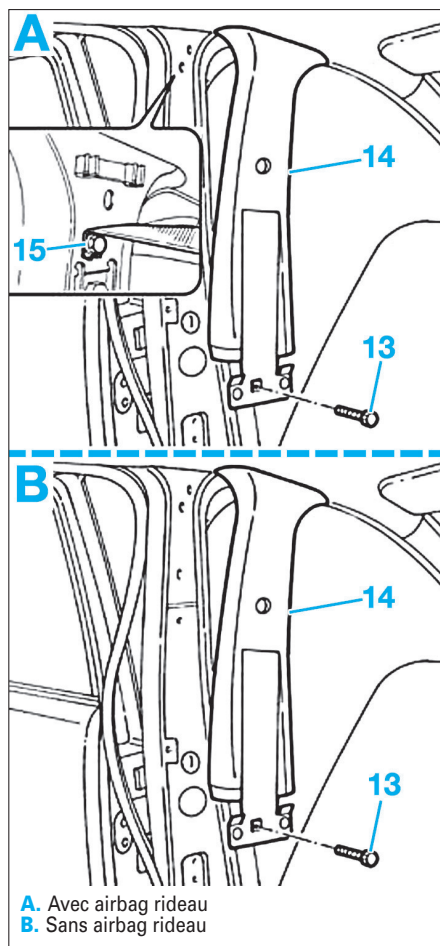

FIG. 58
- Déposer la vis (15) (Fig.58)
- la vis (13), puis extraire l'élément (14),